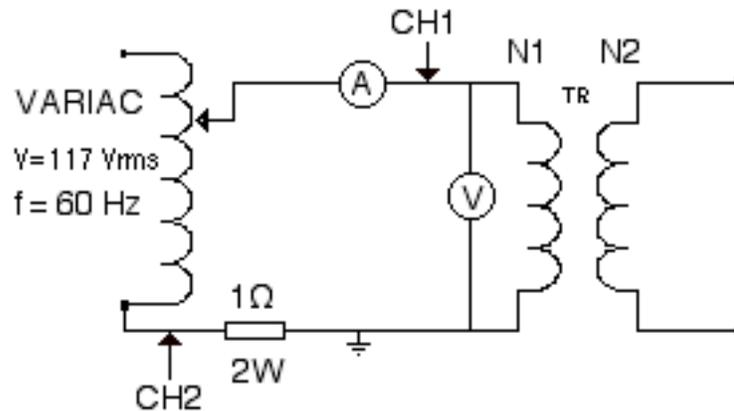

Figura 9.4.
- 25.- Para obtener las características en cortocircuito del transformador, monte el circuito de la figura 9.4.
- 29.- Observe que, según las conexiones mostradas en la figura 9.4, el canal CH1 del osciloscopio está midiendo el voltaje en el primario, y el canal CH2 está midiendo el voltaje sobre una resistencia de $2\ \Omega$, por la cual circula la corriente del primario, pero con la polaridad invertida, por lo que debe aplicar el control de inversión de este canal. Grafique las señales de los canales CH1 y CH2 del osciloscopio para la prueba de cortocircuito.